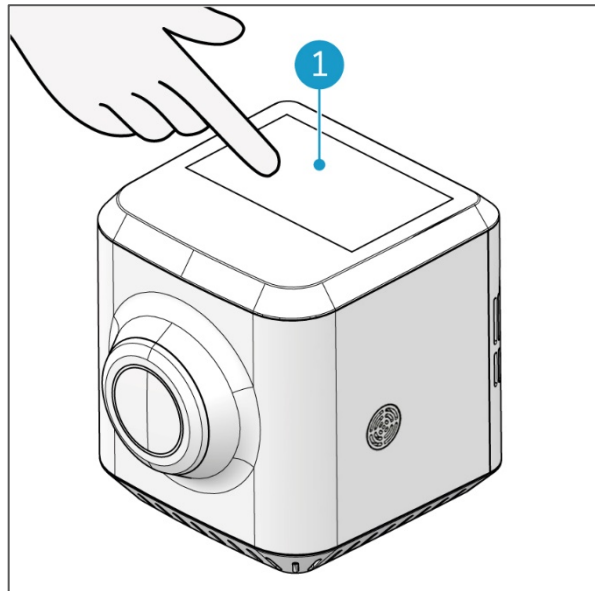

Figura 9
1. Tocca il touchscreen sulla parte superiore di i-sense (Figura 9, pos 1) con il dito.